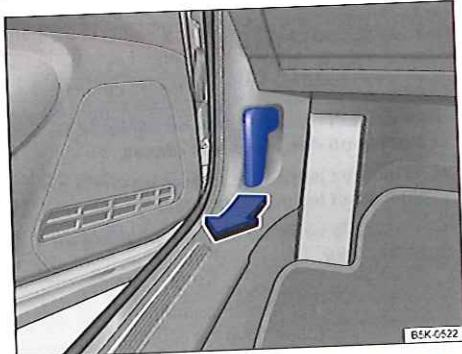

Fig. 206 Au plancher du côté conducteur : levier de déverrouillage du capot-moteur
- Avant d'ouvrir le capot-moteur, assurez-vous que les bras d'essuie-glace reposent sur le pare-brise \Rightarrow ①.
- Ouvrez la porte du conducteur et tirez le levier de déverrouillage dans le sens de la flèche \Rightarrow fig. 206. Le capot-moteur est éjecté du dispositif de verrouillage du porte-serrure sous l'action d'un ressort \Rightarrow .